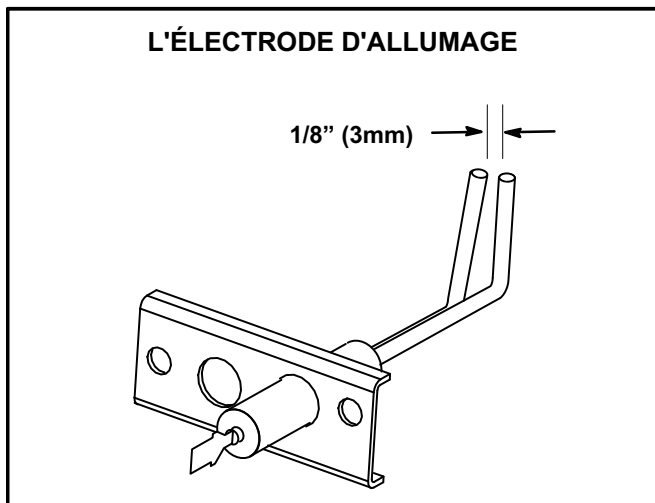

FIGURE 6
- 6- Retirer les deux vis maintenant l'électrode d'allumage sur le support de brûleurs. Retirer l'électrode d'allumage. L'électrode d'allumage doit être correctement réglée. Voir Figure 6.